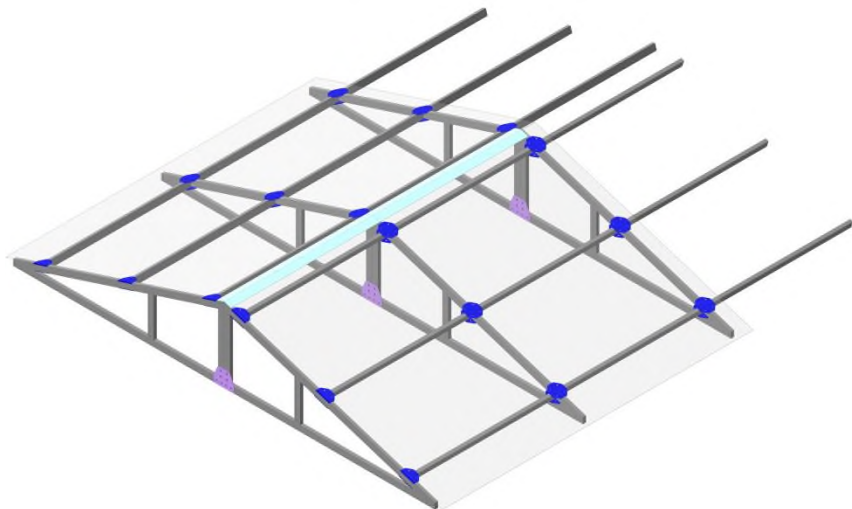

РИС. 6
4.1.6. Установите листы поликарбоната так, чтобы каналы в поликарбонате были направлены вертикально. Поликарбонат должен закрывать сверху незакрытые торцы поликарбоната боковых и торцовых стенок. Панели необходимо тщательно выровнять и закрепить саморезами 4,8×19 мм с резиновыми шайбами EPDM (РИС. 6).